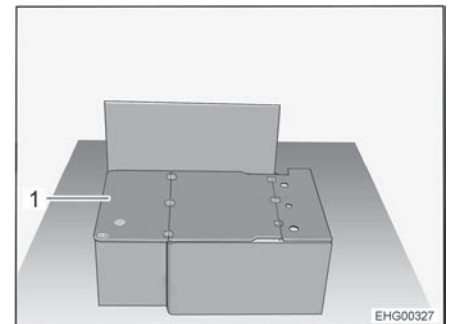

Bild 39 Längssitzbank ohne Polster
- Auflagebrett (Bild 39,1) um 180° umklappen und auf Sitztruhendeckel legen.